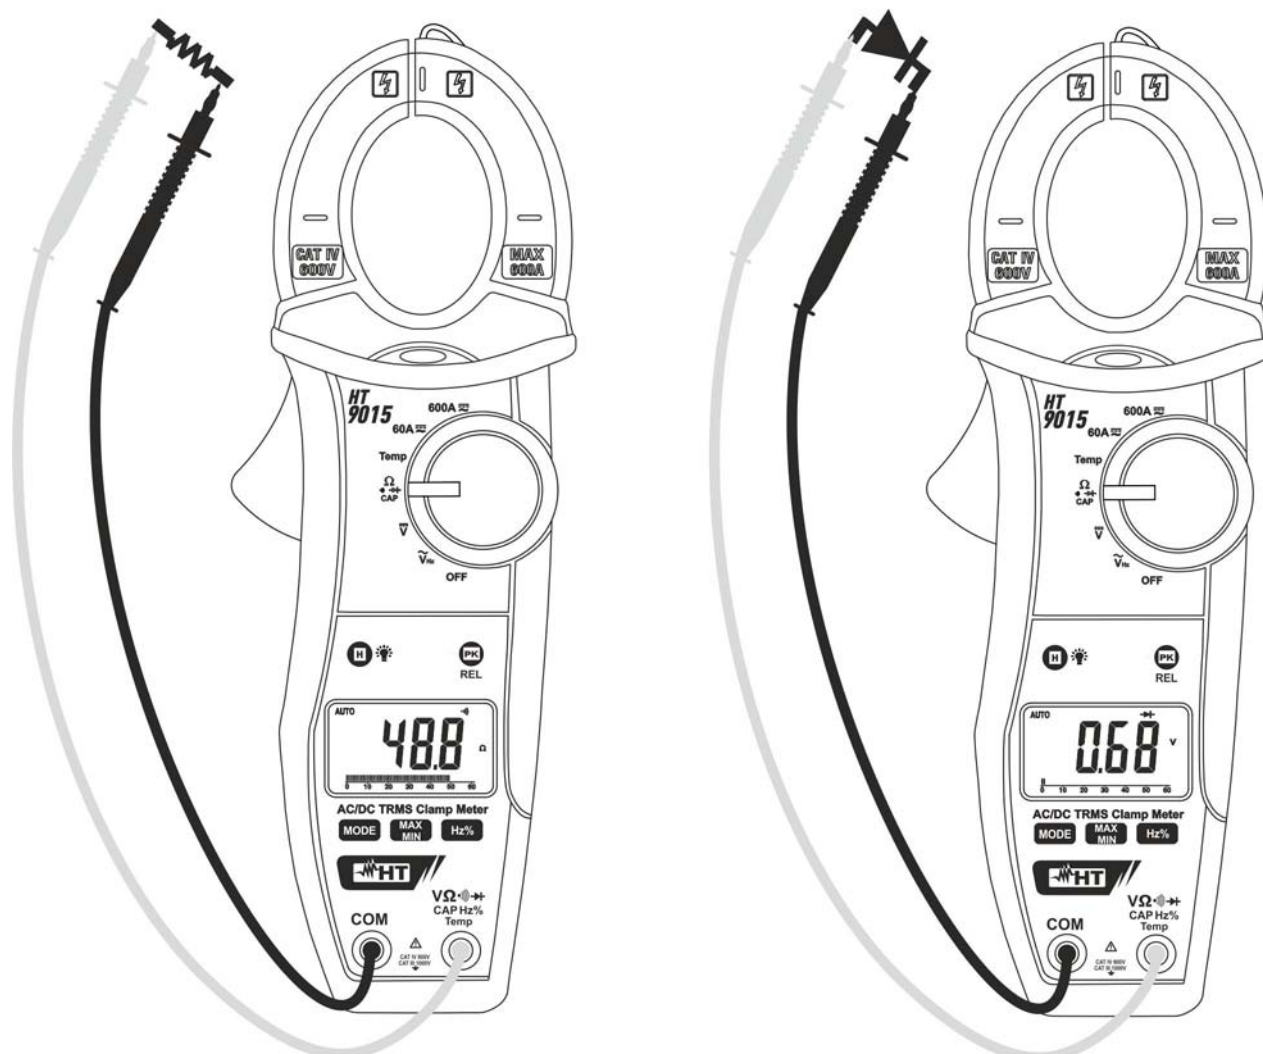

Fig. 6: Uso della pinza per Test Continuità e Prova Diodi
3. Inserire il cavo rosso nel terminale di ingresso $V\Omega \rightarrow \text{CAP Temp}$ e il cavo nero nel terminale di ingresso **COM** ed eseguire il test di continuità sull’oggetto in prova (vedere Fig. 6 – parte sinistra). Il cicalino emette un segnale acustico quando il valore della resistenza misurata è inferiore a circa 60Ω
5. Connettere il puntale rosso all’anodo del diodo e il puntale nero al catodo in caso di misura di polarizzazione diretta (vedere Fig. 6 – parte destra). Invertire la posizione dei puntali in caso di misura di polarizzazione inversa